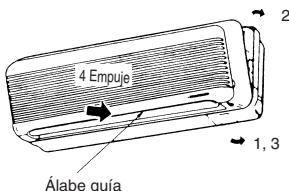

Fig. 3-13
3.7. Instalación del panel frontal (Fig. 3-13)